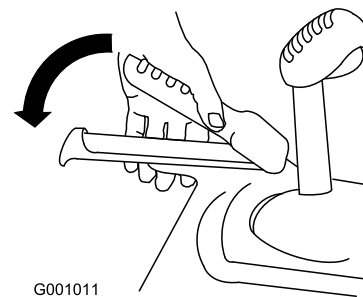

Bild 35
1. Drücken Sie zum Einkuppeln des Fahrtriebs den linken Hebel (Fahrtrieb) zum Handgriff (Bild 35).